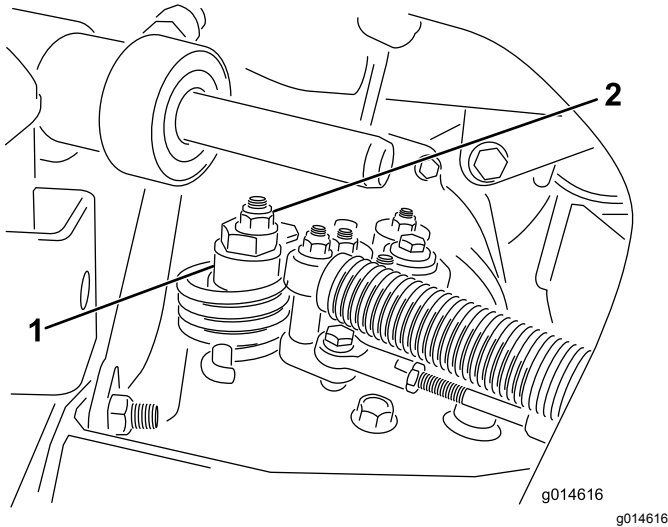

Bild 33
- A. Lösen Sie die Mutter, mit der der Exzenter oben am Hydrostat befestigt ist (Bild 33).
- C. Drehen Sie den Exzenter, bis kein Kriechen in jeder Richtung auftritt. Ziehen Sie die Schraube fest, wenn sich das Rad nicht mehr dreht, um den Exzenter und die Einstellung zu arretieren (Bild 33). Überprüfen Sie die Einstellung, wenn die Gasbedienung in der LANGSAM- und SCHNELL-Stellung ist.